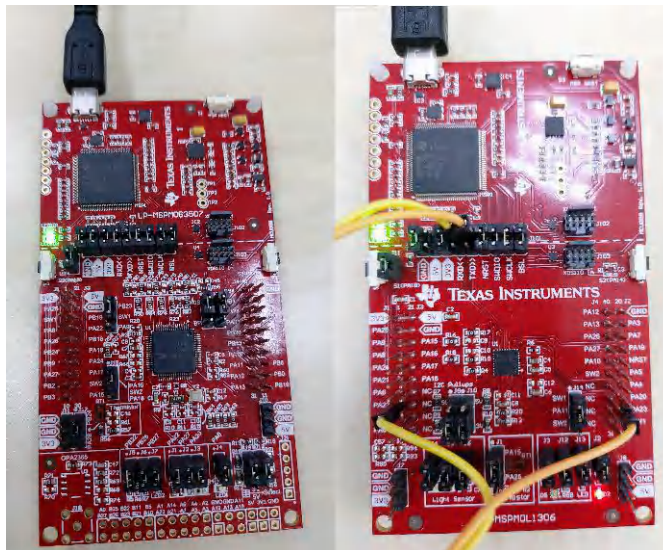

图 3-2. LaunchPad 套件连接 (左 : LP-MSPM0G3507 , 右 : LP-MSPM0L1306)
1. 将目标器件和 XDS110 连接到 PC。使用 LaunchPad 套件中集成的 XDS110 时 , 请将 Micro USB 电缆连接到 PC , 如图 3-2 所示。